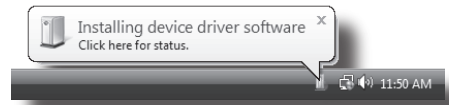

Abb. 4
1. Wenn Sie den StudioDock das erste Mal an einen USB-Port anschließen, installiert Windows Vista die Universaltreiber für diesen Port. Es erscheint eine Sprechblase mit der Nachricht, dass der USB Audio Codec gefunden wurde (Abb. 4).